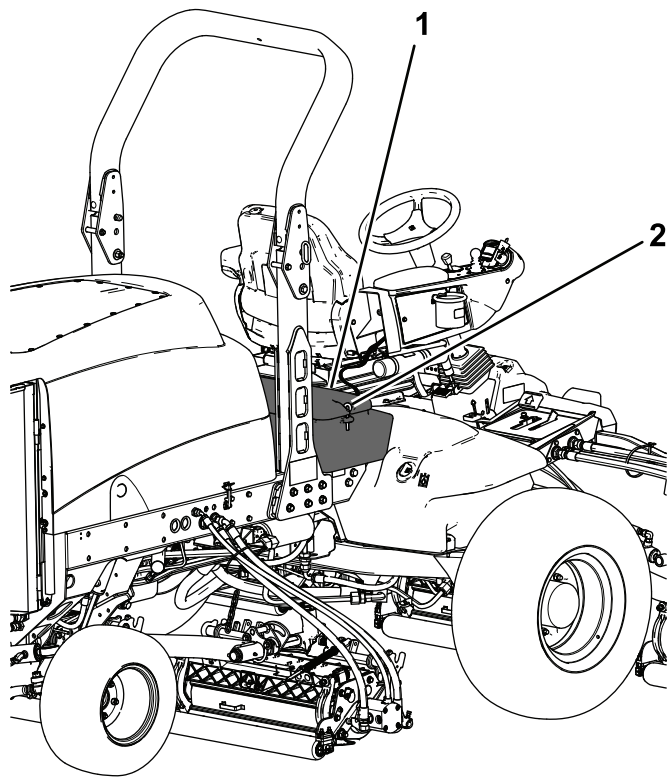

Рисунок 96
2. Откройте защелки и поднимите панель консоли оператора (Рисунок 96).